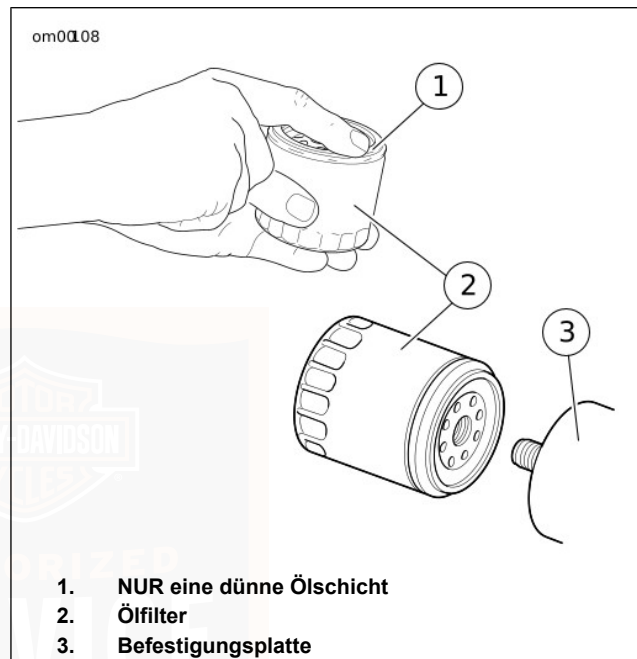

Abbildung 30. Auftragen einer dünnen Ölschicht
2. Siehe Abbildung 30. Die Filterdichtungskontaktfläche der Ölfilterhalterung mit einem sauberen Tuch abwischen. Die Fläche muss glatt sein und darf keinen Schmutz oder altes Dichtungsmaterial aufweisen.
3. Eine dünne Schicht Motoröl auf die Dichtfläche des Kurbelgehäuses (3), die Dichtung und den **neuen** Ölfilter auftragen.